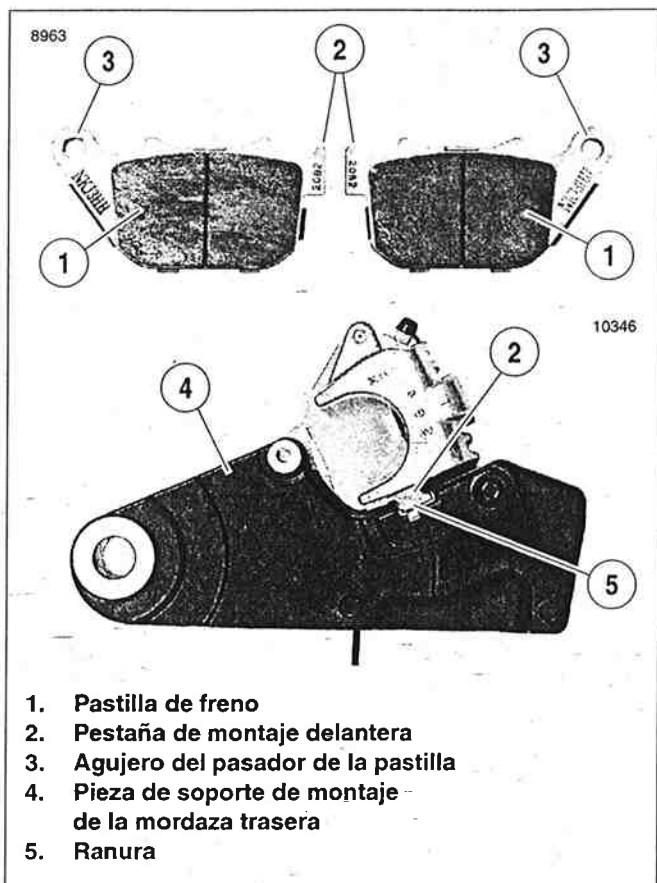

Figura 2-122. Instalación de las pastillas de freno trasero
8. Vea la Figura 2-122. Inserte las pastillas de freno (1) dentro de la mordaza con el material de fricción en la pastilla hacia el disco de freno. La parte curva de la pastilla encaja en el área con receso de la mordaza. Asegúrese de que la lengüeta de montaje delantera de la pastilla de freno (2) encaje en la ranura (5) en la pieza de soporte de montaje de la mordaza (4).
- Vea la Figura 2-122. Las pestañas de montaje delanteras de las pastillas (2) deben estar completamente asentadas en la ranura de la pieza de soporte de montaje (5).